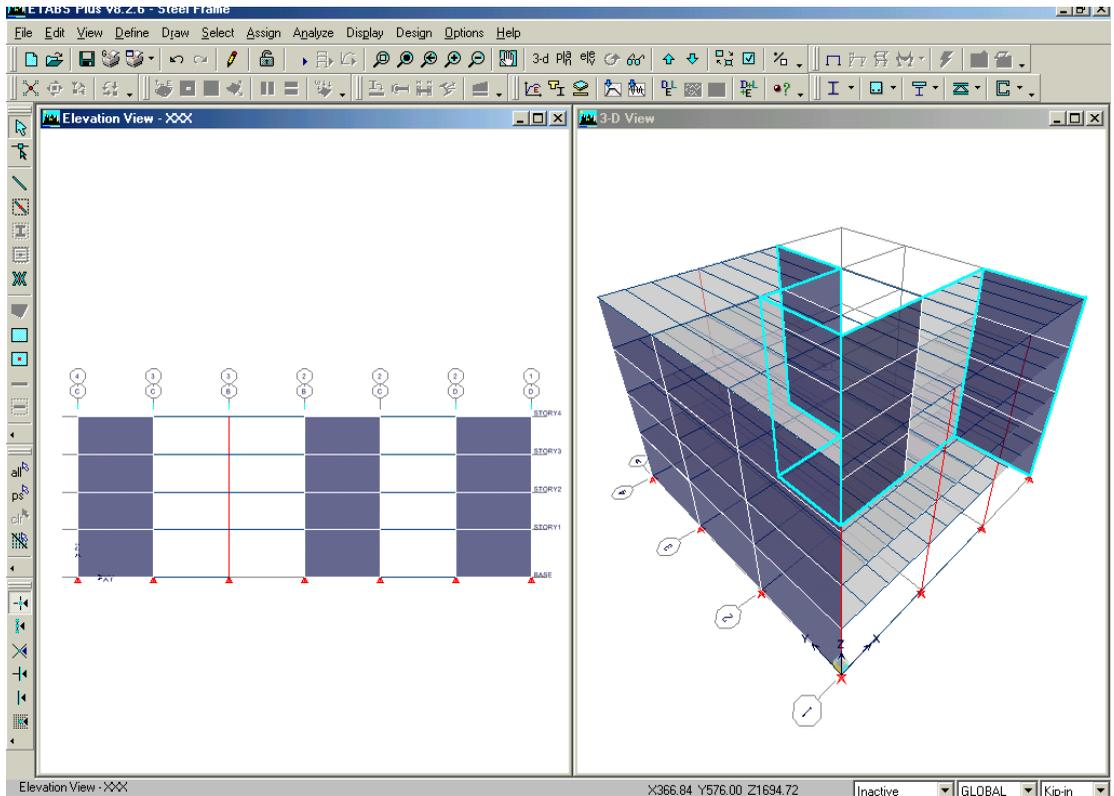

Figura 36 Vista Developed Elevation
F. Asegúrese que el Plan View este activa. Hacer click en el botón **Elevation View**  y seleccionar XXX (al Developed Elevation definido) del formulario Set Elevation View, hacer click en el botón **OK**. El Plan View cambia a Developed Elevation View, como se muestra en la Figura 36.